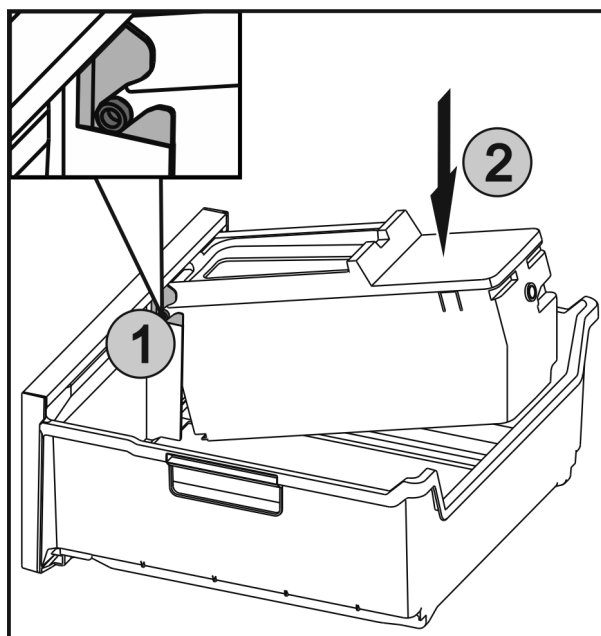

Fig. 83
- ▶ Inserire gli assi Fig. 83 (1) di EasyTwist-Ice nelle guide e premere la parte posteriore Fig. 83 (2) finché la linguetta non si innesta.